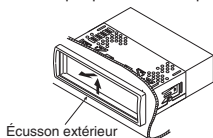

Figure 7
4. Repérer le haut et le bas de l'écusson extérieur et le monter de manière à ce que tous les crochets soient verrouillés. (Figure 7, 8 à la page 59.)
2. Presser l'écusson extérieur vers le haut et le retirer. (Figure 7)